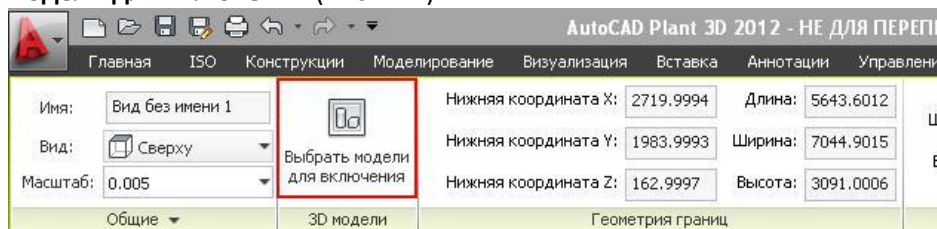

Рис. 121
- Чтобы в двумерный чертеж попали другие файлы проекта (трубопроводы, оборудование, металлоконструкции и др.), нажмите на ленте кнопку **Выбрать модели для включения** (Рис. 121).